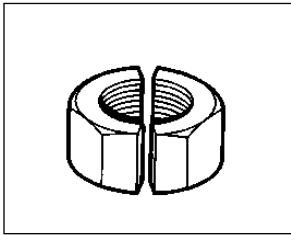

图 9: 劈切两次
12. 如需要，还可施加第二次劈切，注意应与第一次劈切成 180°，将螺母完全一切两半。参见图 9。